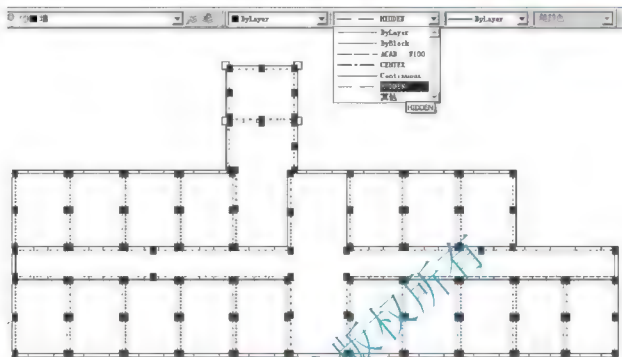

图 5-24 将墙线换线型
(1) 在命令行无命令的状态下,选中需要修改线型的墙体,然后打开【对象特征】工具栏上的【线型】下拉列表,如图 5.24 所示,选择“HIDDEN”选项。